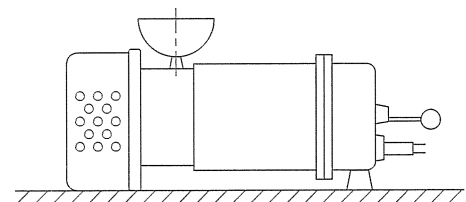

図6
- (1) ご使用の前に必ず絶縁抵抗の測定をしてください。絶縁抵抗値は1MΩ以上あれば運転に支障ありませんが1MΩ以上あっても、急に低下し始めているものは異常と考えられますので修理が必要です。
- (2) 運転中の電流値、電流計のふれを点検してください。ふれの大きい場合は異物をかみ込んでいる恐れがあります。付着した異物を取り除いてください。
- (3) 吐出し量が急激に減少している場合には、吸込口（ストレーナ部）に異物がつまっている恐れがあります。付着した異物を取り除いてください。
- (4) ポンプ性能が徐々に低下した場合は、ケーシングや羽根車の摩耗が考えられます。各部を点検し摩耗している部品は早期に交換してください。
- (5) 使用後に、メカニカルシールの潤滑油を点検・交換しますと、メカニカルシールの寿命が長くなります。この際、潤滑油に水が浸入し、白濁している場合は、メカニカルシールの不良ですので交換が必要です。潤滑油交換時には図6のように注油プラグを上にし、ポンプを水平に置いて表1に示す潤滑油を必ず規定量注油してください。この時ポンプをゆすったりして、規定量以上注油しますと、メカニカルシール室内の内圧上昇により、シール寿命が著しく低下します。注油後はシールワッシャを介し注油栓を十分に締付けてください。
メカニカルシール室の潤滑油交換は6か月毎に行ってください。この潤滑油に水が混入し白濁している場合は、メカニカルシールを交換してください。潤滑油の交換時には図6のように注油栓を真上にし、ポンプを水平に置いてタービン油（#32）を表1に示されている指定量注油し注油栓ガスケットを介し注油栓を十分に締付けてください。